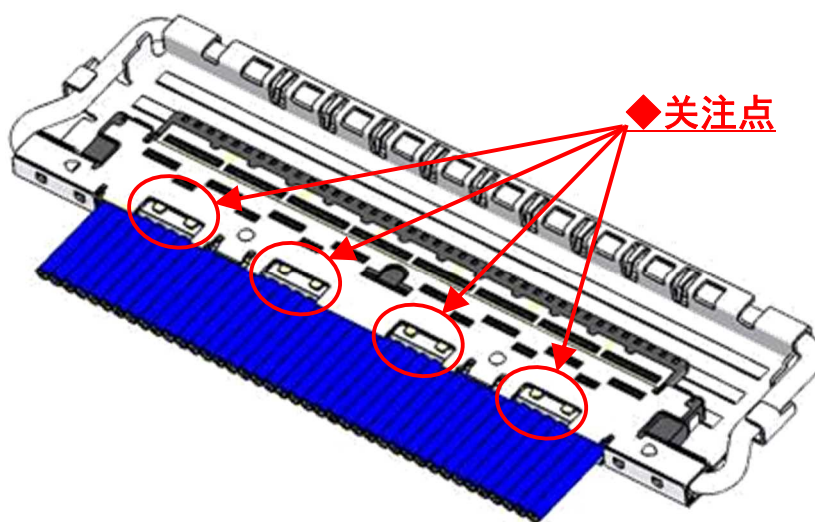

图 11 外壳 B 和接地棒焊接
- ④推荐将 SHELL-A 和 SHELL-B 用电烙铁全部焊接。（图 11◆部）